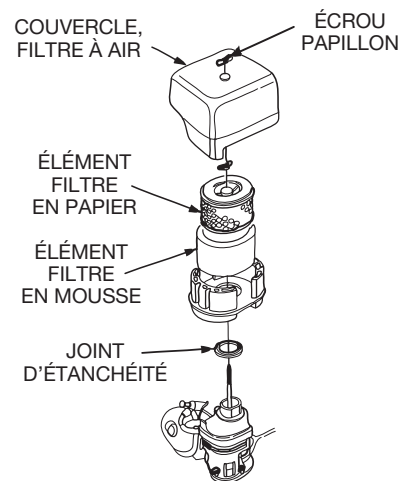

Figure 19. Filtre à air du moteur
1. Enlever le couvercle du filtre à air et le filtre en mousse comme illustré dans la figure 19.
2. Taper l'élément filtrant en papier (Figure 19) à plusieurs reprises sur une surface dure pour enlever la saleté, ou souffler de l'air comprimé [ne dépassant pas 30 psi (207 kPa, 2,1 kgf /cm²)] à travers l'élément filtrant du côté du boîtier du filtre à air. **NE JAMAIS** brosser la saleté. Le brossage ne ferait que repousser la saleté dans les fibres. Remplacer le papier filtre s'il est excessivement sale.